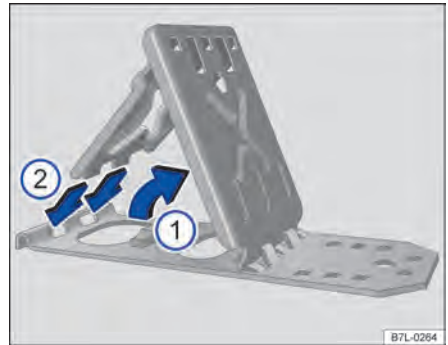

Fig. 233 Rebater os calços dobráveis.
- Suspender a chapa de apoio → Fig. 233 ①.
- Encaixar completamente as duas “pontas” da chapa de segurança nos furos longos da chapa base ②.